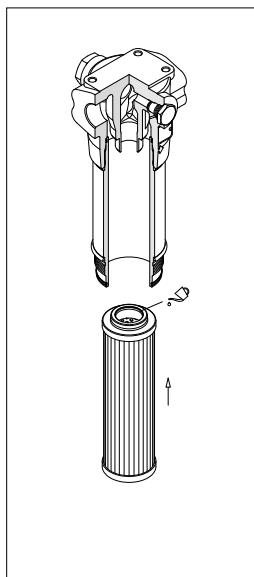

fig. 11
- (Fig. 11) Lubrificare con il fluido di lavoro l'O-ring dell'elemento filtrante, quindi calzare l'elemento filtrante sul codolo. Prestare attenzione a non danneggiare la guarnizione O-ring